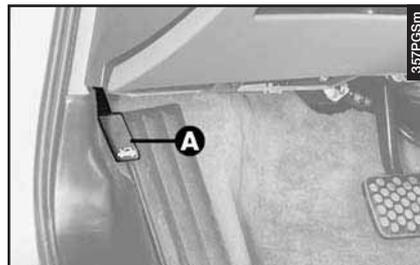

fig. 141
- Tirare la leva di apertura (**A-fig. 141**) fino ad avvertire lo scatto di sgancio.